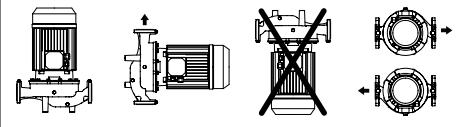

РИС. 2: Установка двухполюсного двигателя ≤7.5 кВ и четырехполюсного ≤1.1 кВ.
- Насосы могут быть установлены на трубах нагнетания или на обратных трубах, в горизонтальном или вертикальном положении, при условии, что двигатель никогда не располагается ниже насоса во избежание попадания жидкости в двигатель или подшипники (РИС. 2). (Примечание: вертикальная установка возможна для двухполюсных агрегатов ≤7.5 кВ и четырехполюсных ≤1.1 кВ).